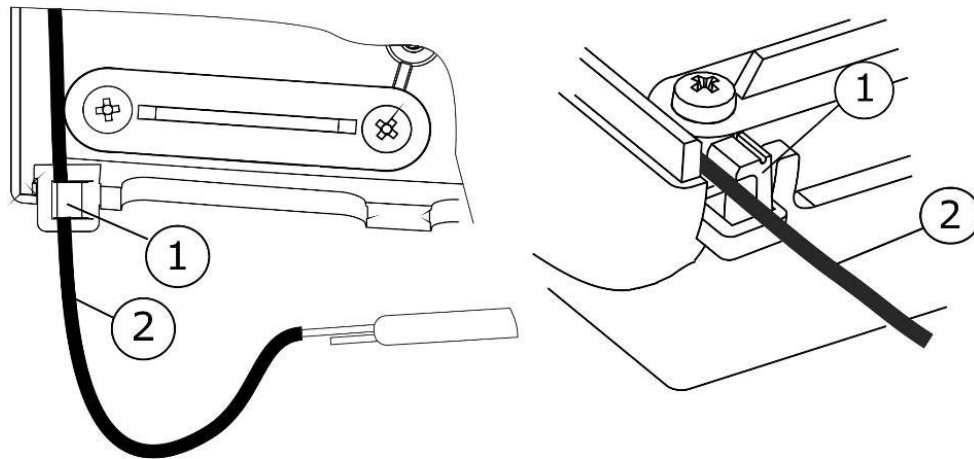

Abb. 13. Durchführung der Kapillare des Sicherheitsthermostats STB aus dem Reglerverteilerkasten, mit:
Im Falle eines Austauschs des Sicherheitsthermostats STB muss dessen Kapillare (2) durch die Rastung (1) aus dem Verteilerkasten geführt werden – siehe Abbildung 13.